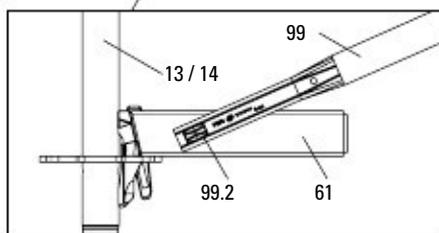

Fig. B1.03
3. Монтаж на държача UBL (99): поставете монтажния щифт (99.1) в хоризонталната греда. Поставете гравитационния щифт (99.2) в изправено положение и го прокарайте през подпората UC 33 (61). Наклонете гравитационния щифт от вътрешната страна. (Fig. B1.03 - B1.04a)